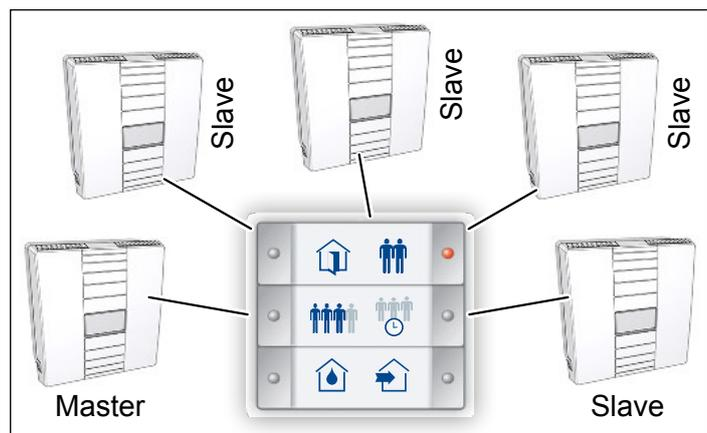

Abb. 8: Lüftungsgeräte sternförmig anschließen
- Die Steuerkabel sollten nach Möglichkeit sternförmig (siehe Abb. 8) von den Lüftungsgeräten zum Tastsensor InControl verlegt und angeschlossen werden.